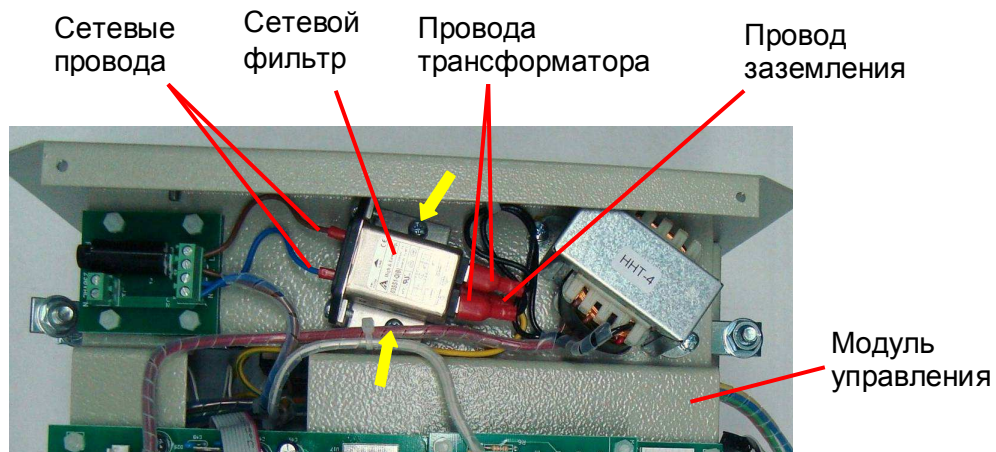

Рис. 6.17
6.10.1. Отключить от сетевого фильтра провода трансформатора, заземления и сетевые провода (рис. 6.17).
6.10.2. Выкрутить два винта (рис. 6.17, желтые стрелки), демонтировать сетевой фильтр и положить его в тару.